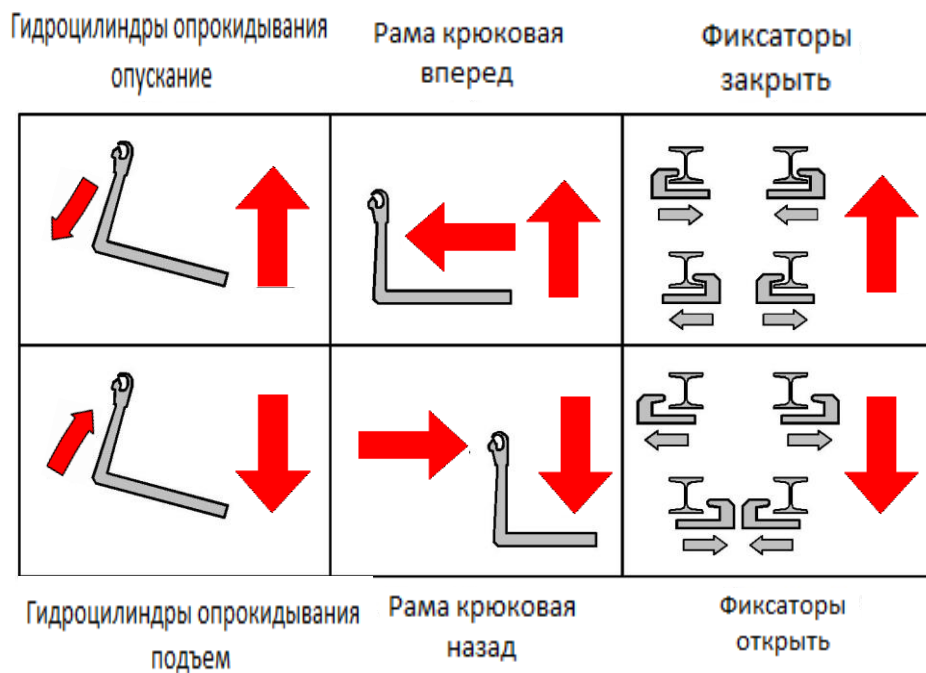

Рисунок 4.32 – Схема управления золотниками гидрораспределителя оборудования (дублированное управление с гидрораспределителя)
- ▶ Произведите необходимые операции оборудованием в соответствии с табличкой (рисунок 4.32), расположенной в коробе гидрораспределителя.